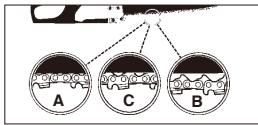

Bild. 6
A VORSICHT: Wenn die Sägekette ZU LOCKER oder ZU STRAFF ist, nutzen sich die Zähne, die Schiene, die Kette und das Kurbelwellenlager schneller ab. Bild. 6 informiert über die richtige kalte Spannung (A) und warme Spannung (B), und dient als Anleitung für weitere Einstellungen der Sägekette (C).